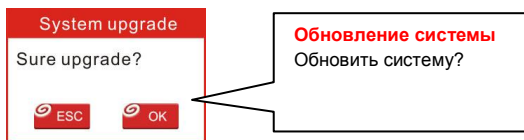

Рис. 7-8
11. После выполнения всех операций подключите сканер через USB вход к ПК или через разъем OBD2 к автомобилю. На дисплее отображается диалоговое окно с предложением установить обновления программного обеспечения сканера, нажмите кнопку [OK] для запуска процесса установки, на дисплее выводится шкала выполнения процесса. Потребуется несколько минут для выполнения обновления программ, если файл с обновлениями весьма большой. Ожидайте завершения процесса (рис. 7-8).